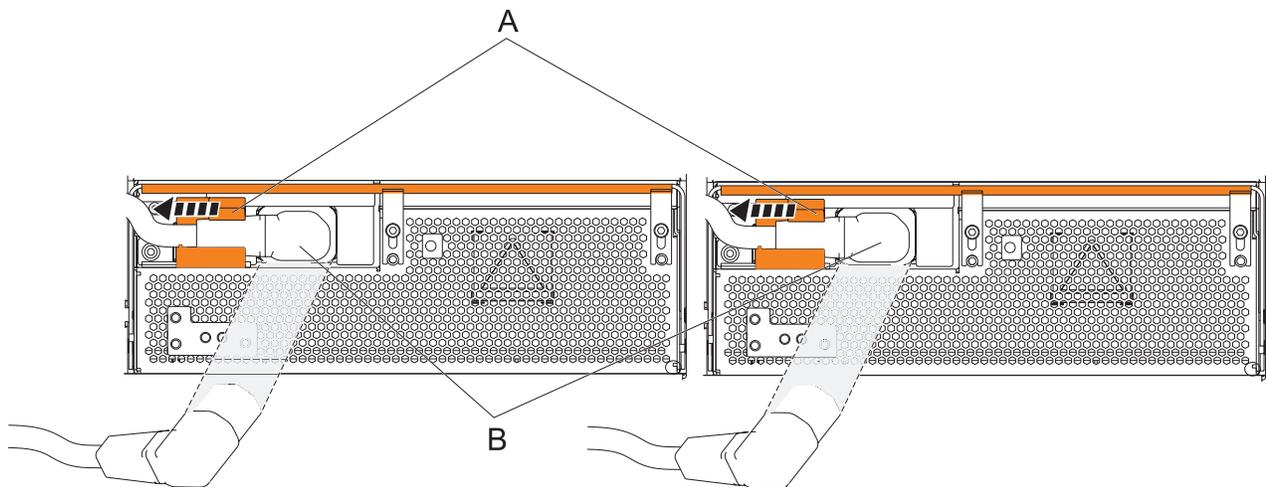

Figura 88. Desconexión de los cables de alimentación OCA
- a. Deslice los soportes de los cables de alimentación (**A**) a la izquierda, situados en la parte frontal de los dos OCA. Consulte Figura 88 en la página 120.